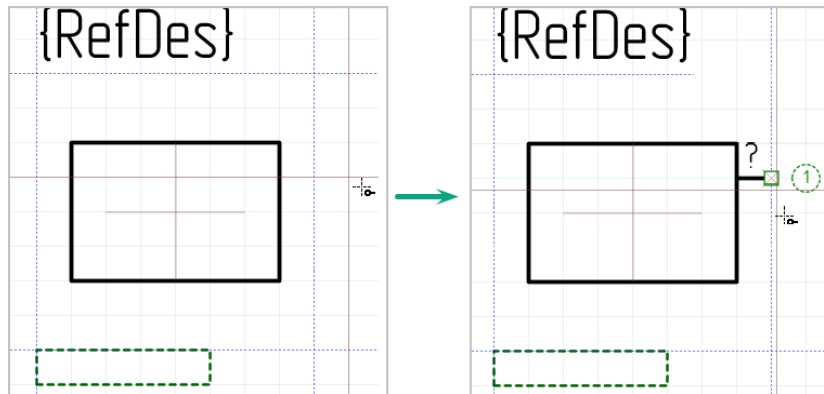

Рис. 177 Курсор при использовании инструмента «Разместить вывод»
2. На Рис. 177 показан вид курсора при активном инструменте «Разместить вывод» в графическом редакторе УГО. При помещении курсора на линию границы отображается возможный вид вывода.